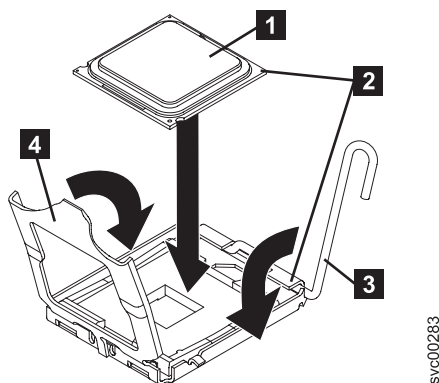

図 187. マイクロプロセッサとソケットとの位置合わせ
4. マイクロプロセッサ **1** をマイクロプロセッサのソケットの上で位置合わせします (図 187 を参照)。マイクロプロセッサ・ソケットの三角形の位置合わせ用切り欠きと、マイクロプロセッサの三角形の位置合わせマーク **2** を利用して、マイクロプロセッサをソケットに合わせます。次に、マイクロプロセッサをそのソケットの上に静かに置きます。マイクロプロセッサを無理に押し込まないでください。マイクロプロセッサが、一方向にソケット上にはめ込まれるだけです。